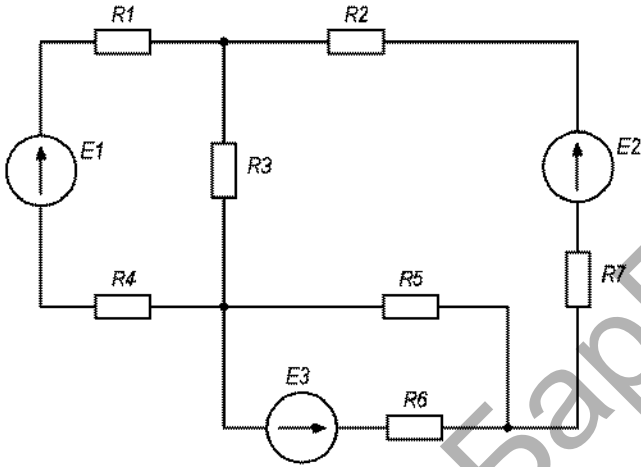

Рисунок 1.35
**Пример 2.** В электрической цепи (рис. 1.35) известны величины: ЭДС источников  $E_1 = 10 \text{ В}$ ,  $E_2 = 20 \text{ В}$ ,  $E_3 = 15 \text{ В}$ ; сопротивления резисторов  $R_1 = 10 \text{ Ом}$ ,  $R_2 = 8 \text{ Ом}$ ,  $R_3 = 15 \text{ Ом}$ ,  $R_4 = 4 \text{ Ом}$ ,  $R_5 = 10 \text{ Ом}$ ,  $R_6 = 6 \text{ Ом}$ ,  $R_7 = 5 \text{ Ом}$ . Определить токи во всех ветвях цепи.